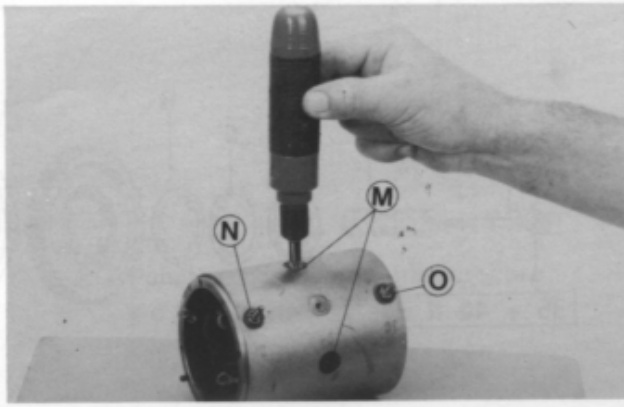

Fig. 86
**Fig. 86 - Avvolgimenti di campo:** con l'ausilio di un cacciavite a colpo, come rappresentato in figura, rimuovere le quattro viti «M» di ancoraggio avvolgimenti, svitare i due dadi «N» ed «O» e sfilare gli avvolgimenti stessi.